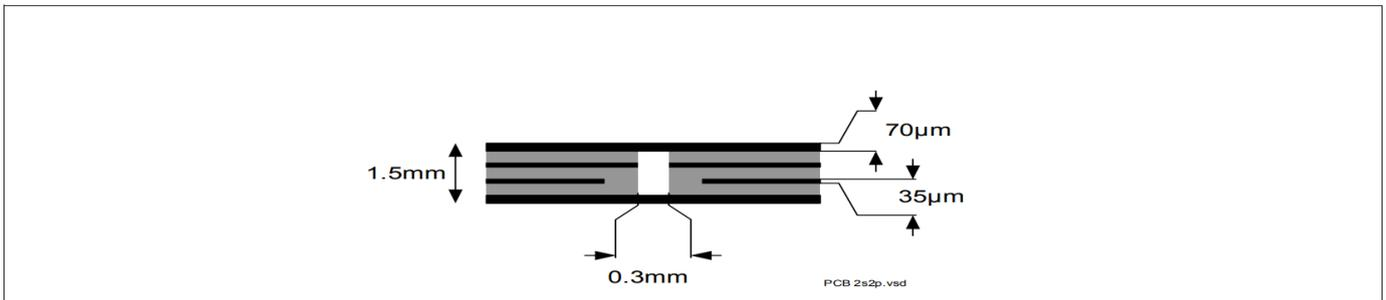

图 4 2s2p PCB 截面
2) 指定的 R_{thJA} 值是根据JEDEC JESD51-2,-5,-7 在 FR4 2s2p 板上的自然对流，在 $T_A = 105^\circ\text{C}$ 耗散功率为 1 W 的情况下；产品（芯片+封装）在 76.4 x 114.3 x 1.5 mm 板，具有 2 个内部铜层（2 x 70 μm Cu、2 x 35 μm Cu）的情况下仿真。在适用的情况下，裸露的散热焊盘下方的导热过孔阵列接触第一内部铜层。请参考 图4 。